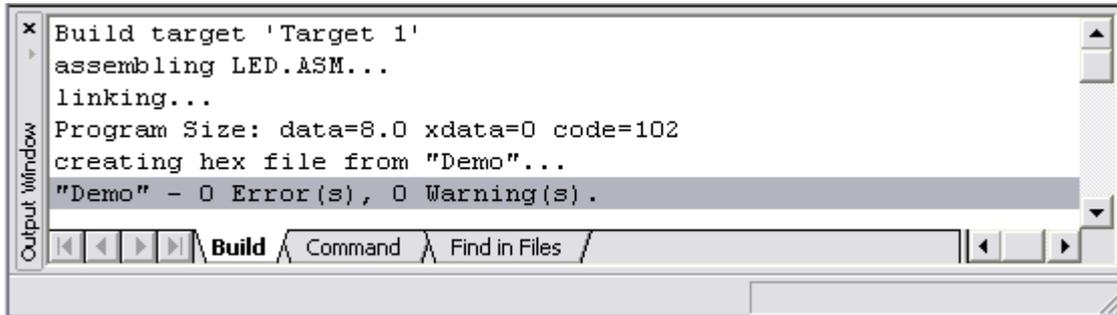

图 3.10
11) 单击工具栏的按钮  编译当前源程序。编译结果会显示在输出窗口内。如果是“0 Error(s), 0 Warning(s).”，就表示程序没有问题了（至少是在语法上不存在问题了）参见图 3.10。如果存在错误或警告，请仔细检查您的程序是否与程序清单 1.1 一致。修改后，再编译，直到通过为止。